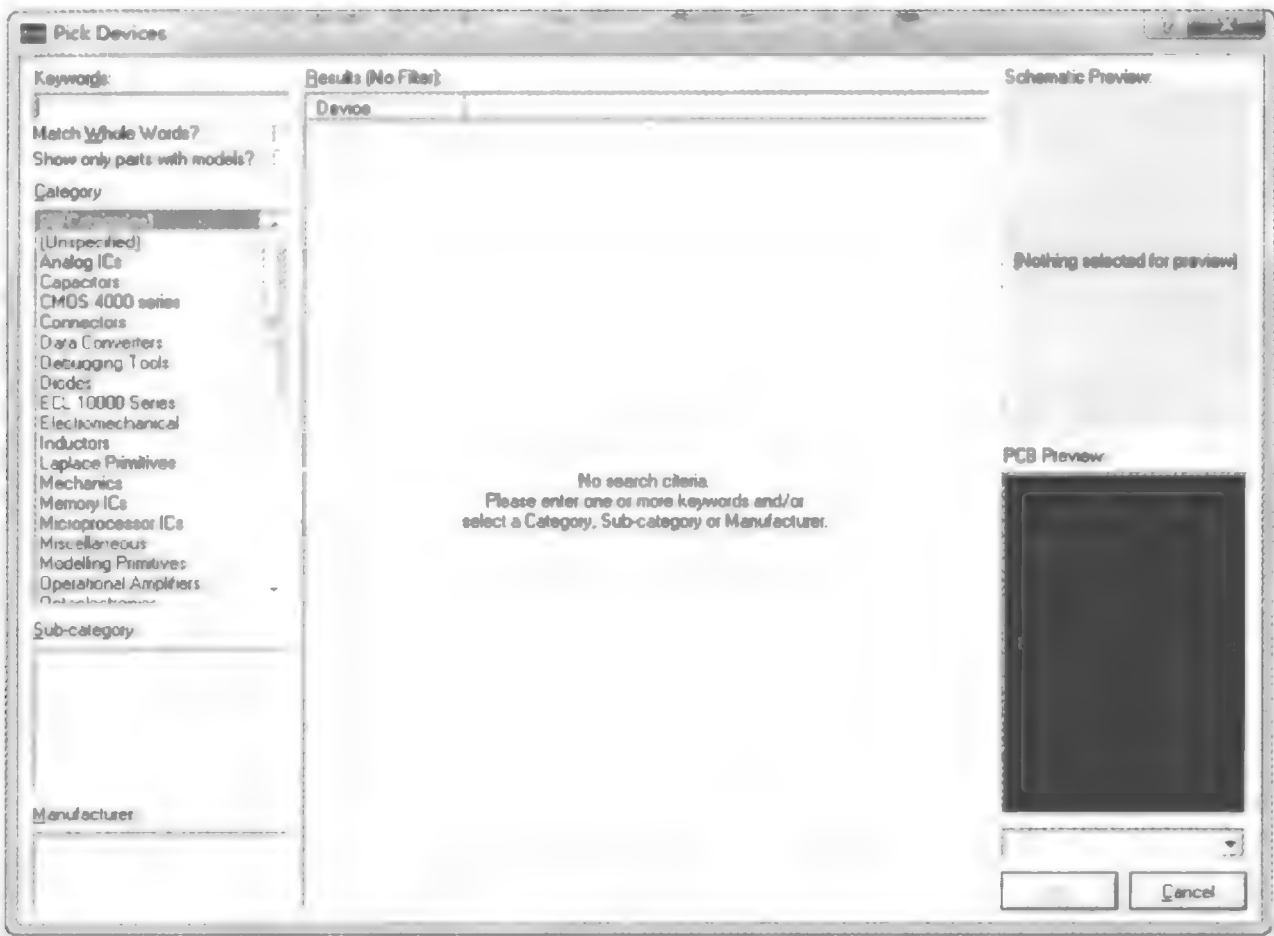

图 5.1.3 元件库对话框
(2) 单击按钮或选择菜单项 Library→Pick Device/Symbol,在 Pick Device 对话框中选择所需的元件,如图 5.1.3 所示。